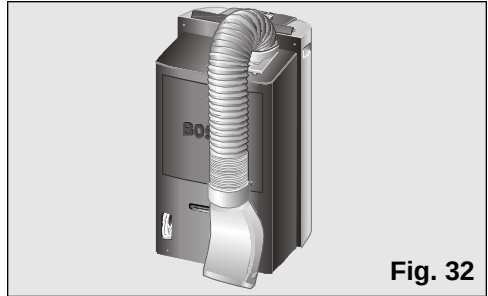

Fig. 32
- ☐ Para isso dobra-se o tubo para a parte traseira do equipamento, prendendo-o na fixação do difusor, **Fig. 32** e **33**.